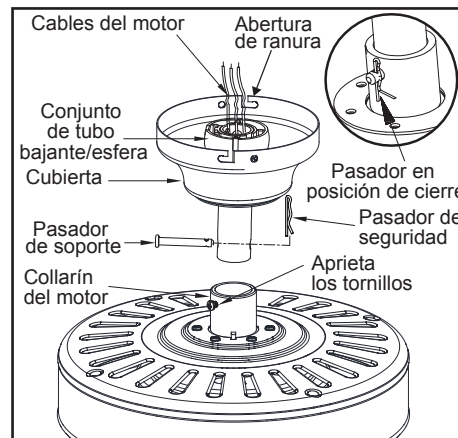

Figura 6
3. Asegúrate de que las ranuras queden en la parte superior. Inserta los cables a través de la cubierta y enseguida a través del conjunto del tubo bajante y esfera. (Figura 6)
5. Alinea los orificios en la parte inferior del tubo bajante con aquellos del collarín en la parte superior de la carcasa de motor. (Figura 6)
Inserta con cuidado el pasador de soporte a través de los orificios del collarín y del tubo bajante. Ten cuidado de no apretar contra el cableado dentro del tubo bajante. Inserta el pasador de cierre en el orificio cercano al extremo del perno hasta que encaje en su posición, como se muestra en el círculo de la Figura 6.